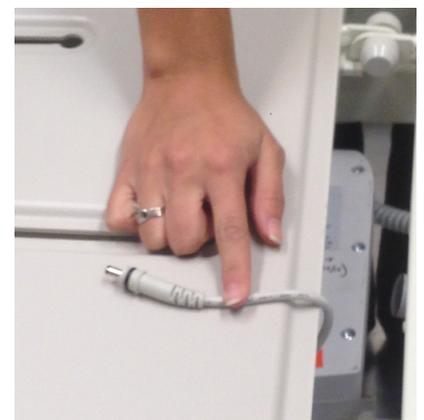

Abbildung 5 – Ausstecken des Batteriekabels vom Steuerungskasten
5. Das Batteriekabel mit Klebeband am Gestell der Liegefläche befestigen (Abbildung 5).